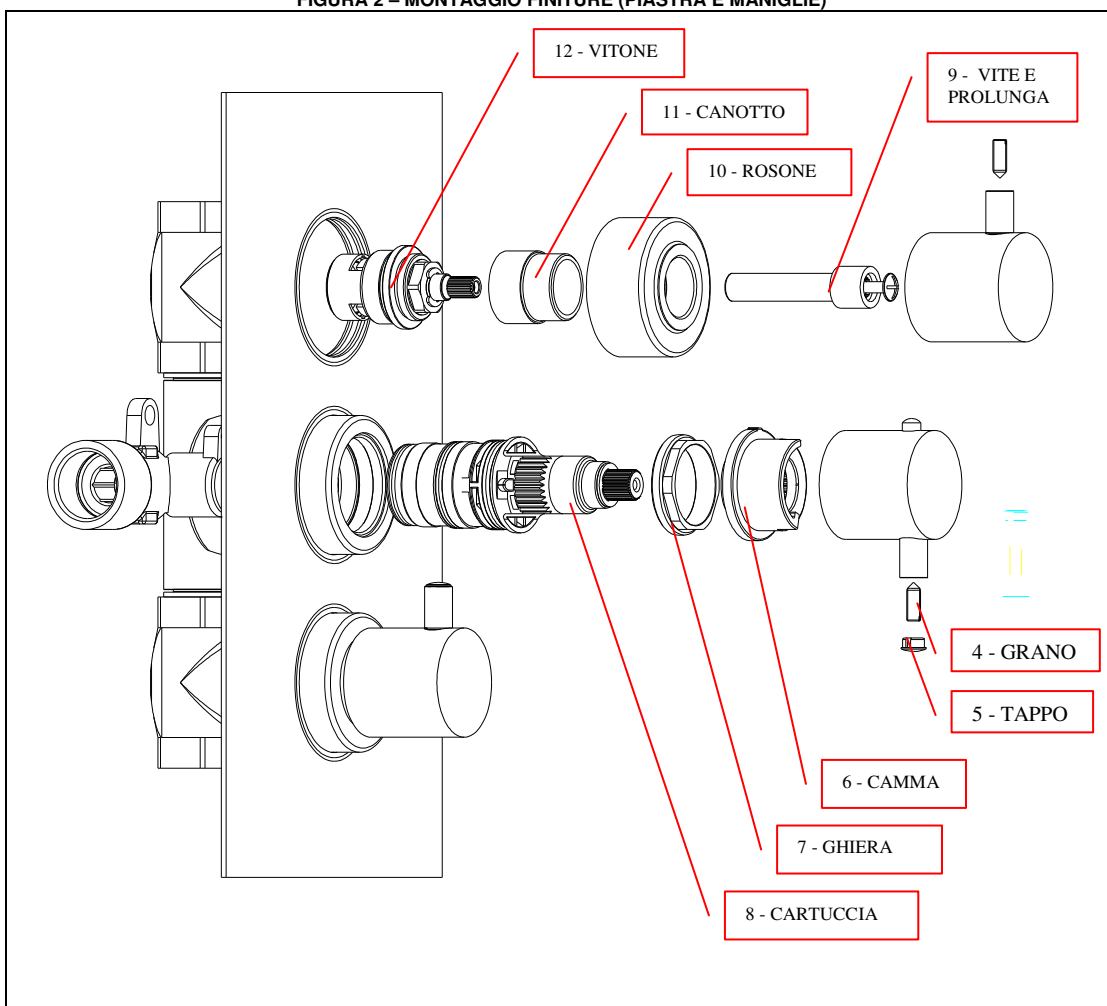

FIGURA 3 – MANUTENZIONE COMPONENTI INTERNI
MANUTENZIONE (FIGURA 3)
A - TOGLIERE (FIGURA 3) IL TAPPO (5), SVITARE IL GRANO (4) E TOGLIERE LA MANIGLIA GRADUATA
MANUTENZIONE DEI RUBINETTI (FIGURA 3)